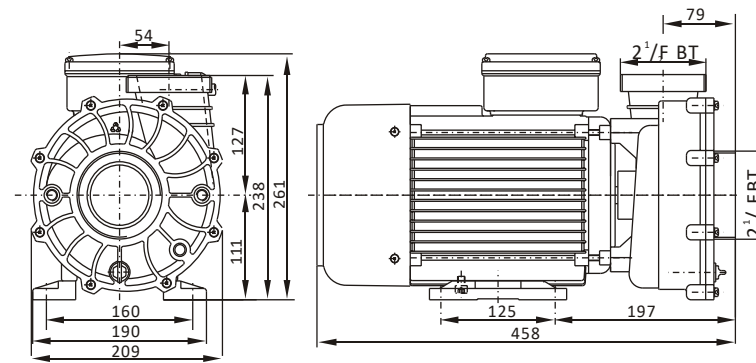

Рис. 3
- Насос должен быть установлен в горизонтальном положении и закреплен к твердому постаменту болтами через отверстия в основании согласно рис.3. Это предотвратит появление нежелательных шумов и вибраций.